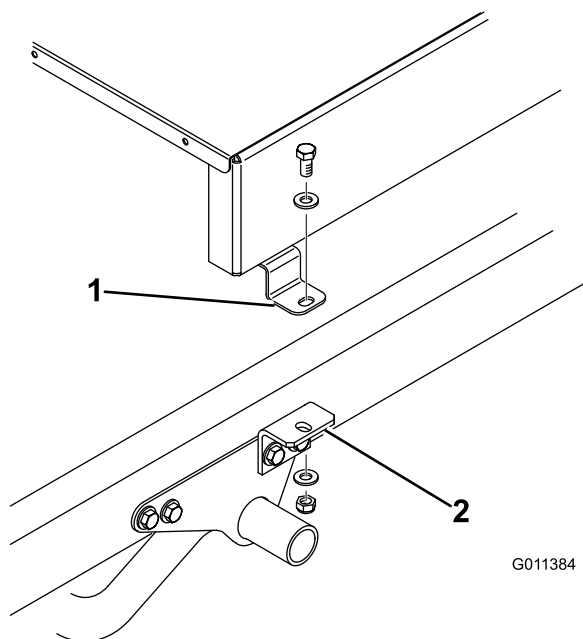
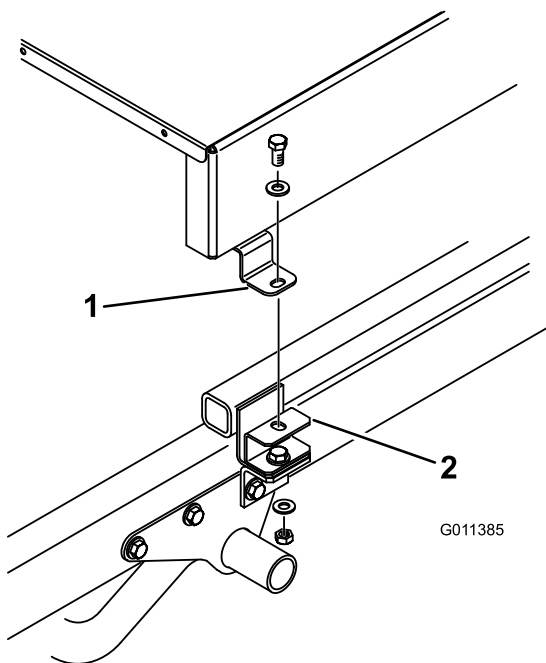

Figura 10
Figura 11
8. Fissate senza serrare la parte superiore di ogni staffa di attacco (Figura 10) o staffa distanziale (Figura 11) alla linguetta di montaggio su